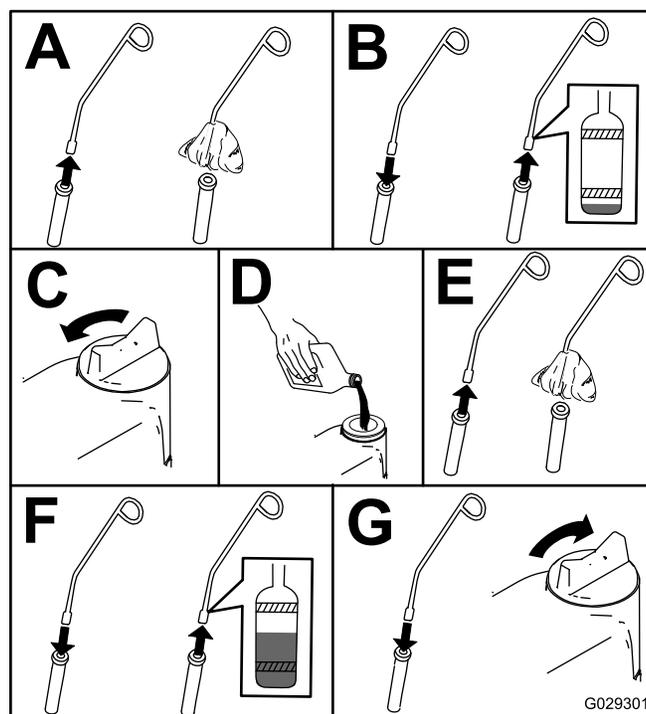

Figura 41
4. Compruebe el nivel de aceite del motor, tal y como se muestra en la Figura 41.